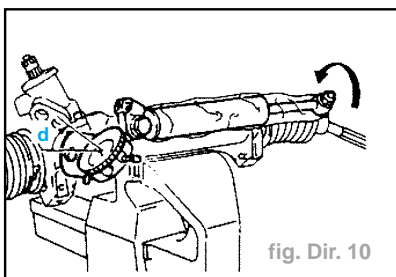

fig. Dir. 10
- Monter le comparateur muni de la rallonge (réf. 0703 JZ-J2) (fig. Dir. 10).
- Note la valeur (d) du jeu relevé (fig. Dir. 10).